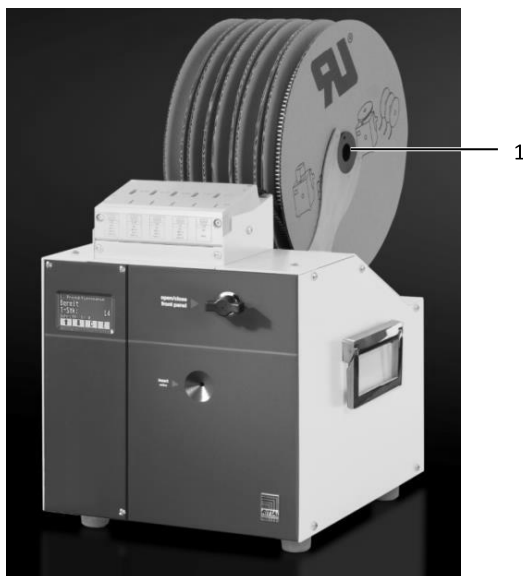

Fig. 6 : position de la bobine d'embouts
- Placer les bobines d'embouts (fig. 6, pos. 1) de telle manière que le débobinage s'effectue depuis le bas vers l'avant.